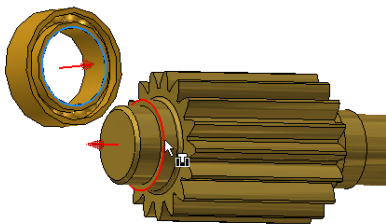
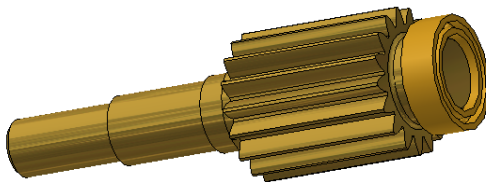

图 10-16 插入约束示意图
图 10-17 完成插入约束后的零件
①将其中一个轴承约束到小齿轮轴上。单击【装配】标签栏【位置】面板上的【约束】工具按钮，弹出【放置约束】对话框，装配类型选择为【插入】，然后选择如图 10-16 所示的两个圆形端面，偏移量设置为零，方式选择为【反向】，单击【确定】按钮即可完成插入装配，此时部件如图 10-17 所示。